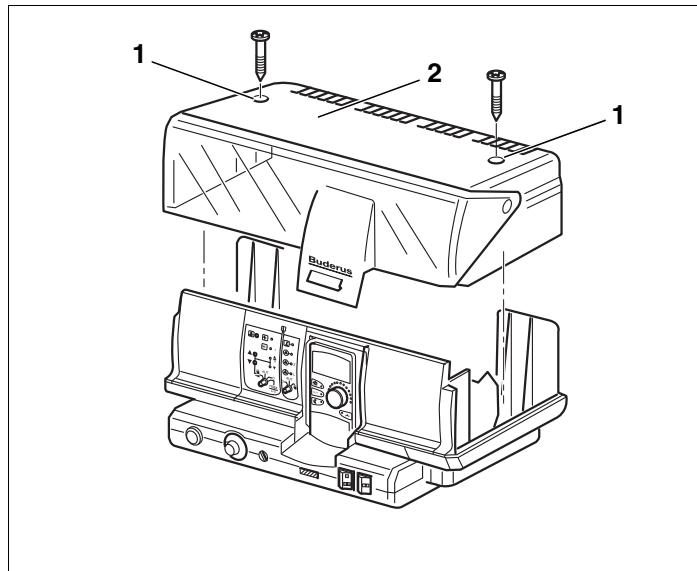

Рис. 14 Демонтаж крышек
- Отверните оба винта на крышке прибора (→ рис. 14, [1]).
- Снимите клеммную крышку (→ рис. 14, [2]).